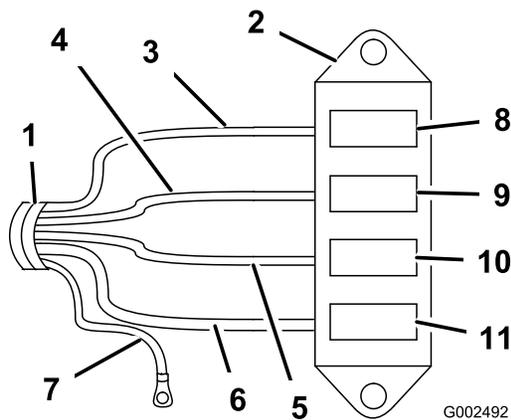

Figura 7
4. Collegate il cablaggio elettrico al portafusibili unendo i fili del cablaggio ai corrispondenti connettori nel lato posteriore del portafusibili (Figura 7).